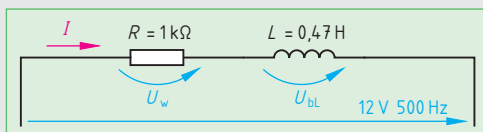

Bild 3: Reihenschaltung aus R und X_L
7. Berechnen Sie für die RL-Reihenschaltung (**Bild 3**) **a**) den induktiven Blindwiderstand X_L , **b**) den Scheinwiderstand Z , **c**) den Strom I und **d**) den Wirkfaktor $\cos \varphi$.